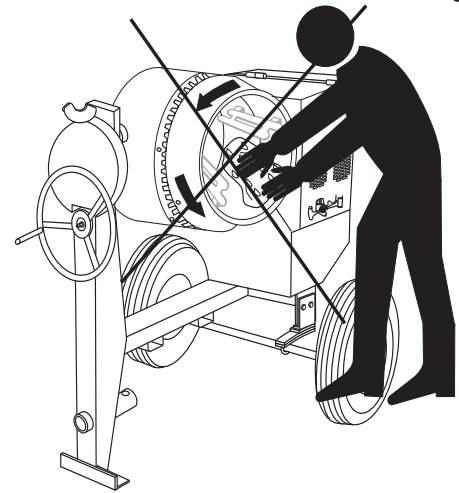

Figura 21. Llenado la olla mezcladora Deteniendo la mezcladora (a gasolina)
3. Colocar toda la pala dentro de la olla (Figura 21) causará que la pala golpee las espas. Esta condición hará que la pala gire y pueda causar lesiones personales. **NUNCA** coloque las manos dentro de la olla mezcladora mientras esta girando.